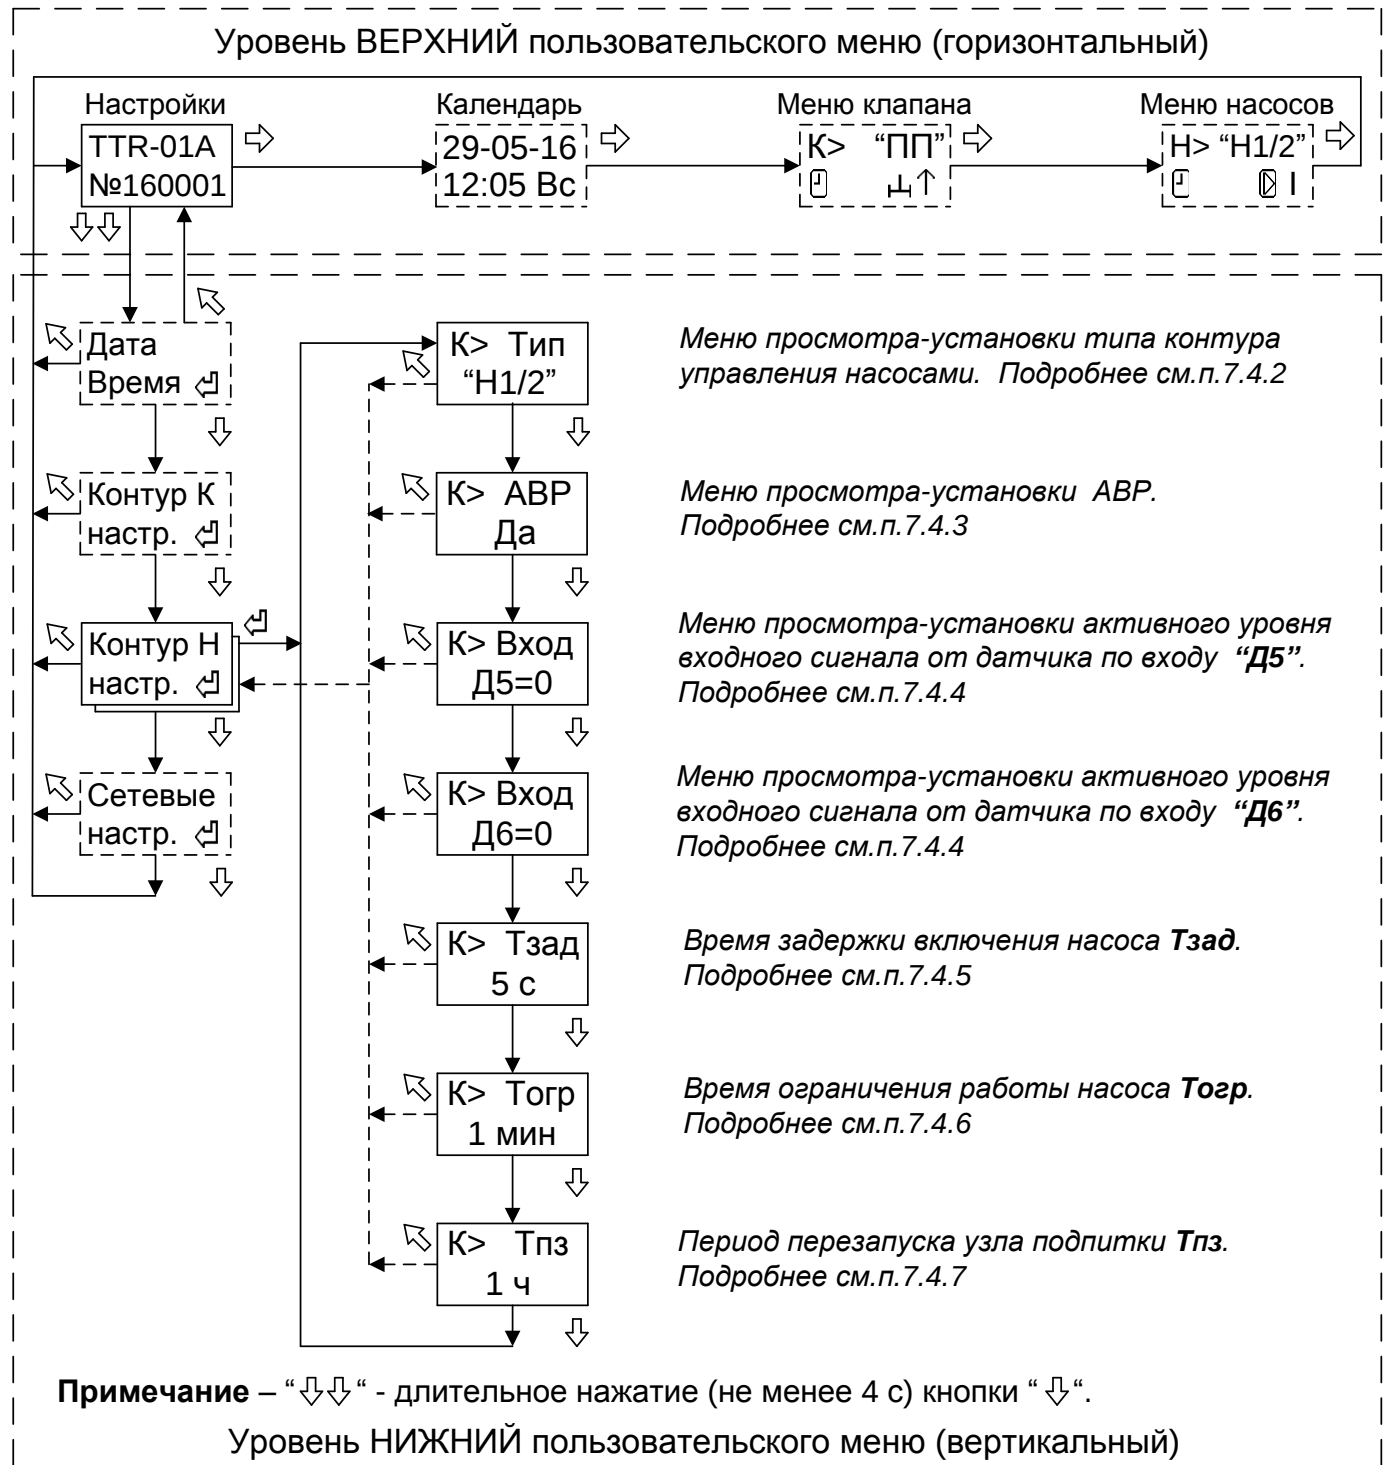

Рисунок 5 - Структура меню настройки параметров контура управления насосами.
7.4.3 Вход в меню просмотра-установки параметра **АВР** (автоматический ввод в работу резервного насоса в случае неисправности основного) производится при нажатии кнопки “↵” (см. рисунок 5). Внешний вид окна меню приведён ниже.
7.4.4 Вход в меню просмотра-установки параметра активного уровня сигнала от датчиков по входу “Д5” и “Д6” производится при нажатии кнопки “↵” (см. рисунок 5).
7.4.5 Вход в меню просмотра-установки параметра времени задержки включения насоса **Тзад** производится при нажатии кнопки “↵” (см. рисунок.5).
7.4.6 Вход в меню просмотра-установки параметра времени ограничения работы насоса **Тогр** производится при нажатии кнопки “↵” (см. рисунок 5).
7.4.7 Вход в меню просмотра-установки параметра периода перезапуска узла подпитки **Тпз** производится при нажатии кнопки “↵” (см. рисунок 5).